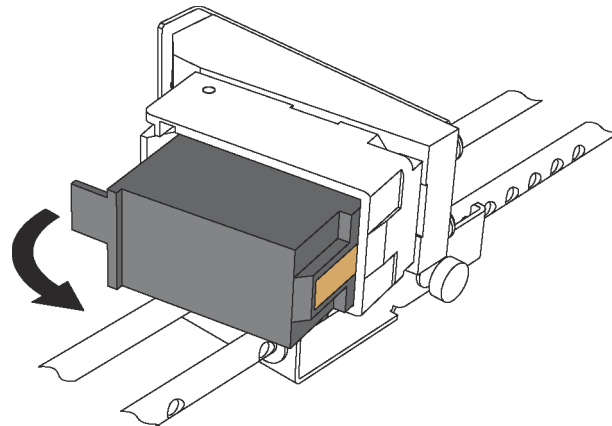

Abbildung 5-3: Druckerpatrone
1. Ziehen Sie an der Lasche auf der Rückseite der Druckerpatrone und drehen Sie sie nach außen (siehe Abbildung 5-3).